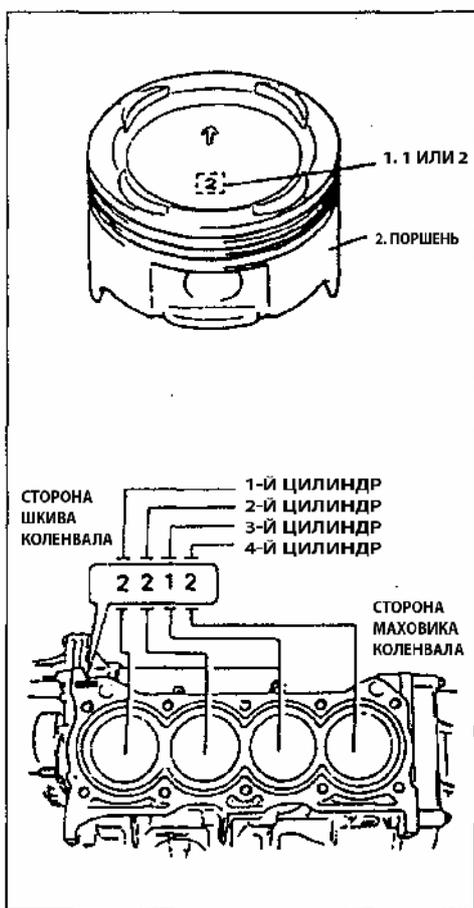

Рис. 132
- б) Такие же метки нанесены на блоке цилиндров. Первая цифра указывает на внутренний диаметр первого цилиндра, вторая – второго, третья – третьего и четвертая – четвертого цилиндра (Рис. 132).